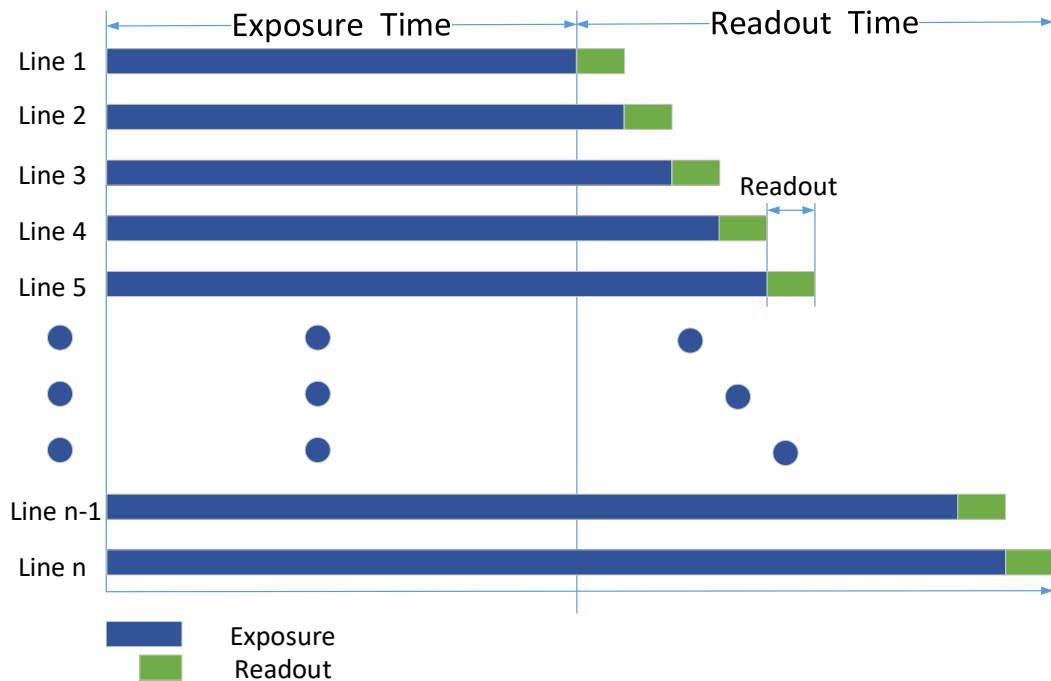

图9-3 Global Reset 工作原理
- 开启 *Global Reset* 功能后，因图像各行的曝光时间不同，可能会导致图像各行从上至下亮度不同。因此若开启此功能，建议在全暗环境下，配合工业光源一同使用。在图9-3所示的曝光时间内开启光源，其他时间关闭光源，使得图像各行在相同的曝光时间内获得同样的照明，以此来控制图像各行的亮度。